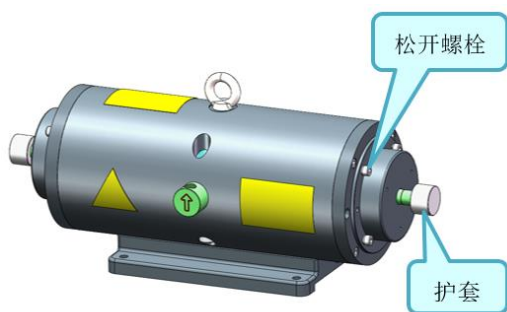

图 D-11
- 5) 松开护套上的 M5 内六角螺钉，拆下护套，见图 D-11；
- 7) 用 5mm 内六角扳手松开螺栓，见图 D-11；